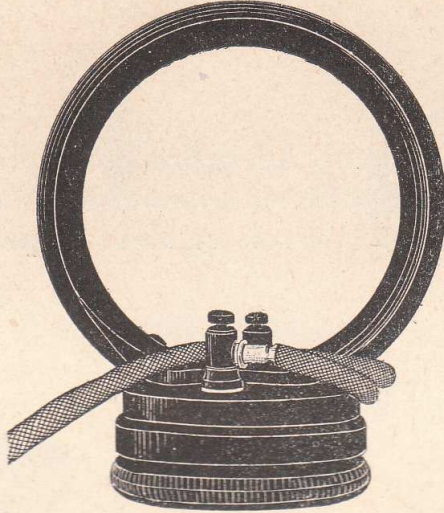

Fig. 157.
52. Récepteur, système Ader, breveté S. G. D. G., à surexcitateur, boîtier, couvercle et aimant en métal noirci au four, pavillon en ébonite ou ivoirine, ferrets rigides. **Type n° 2 bis** (*fig. 157*).